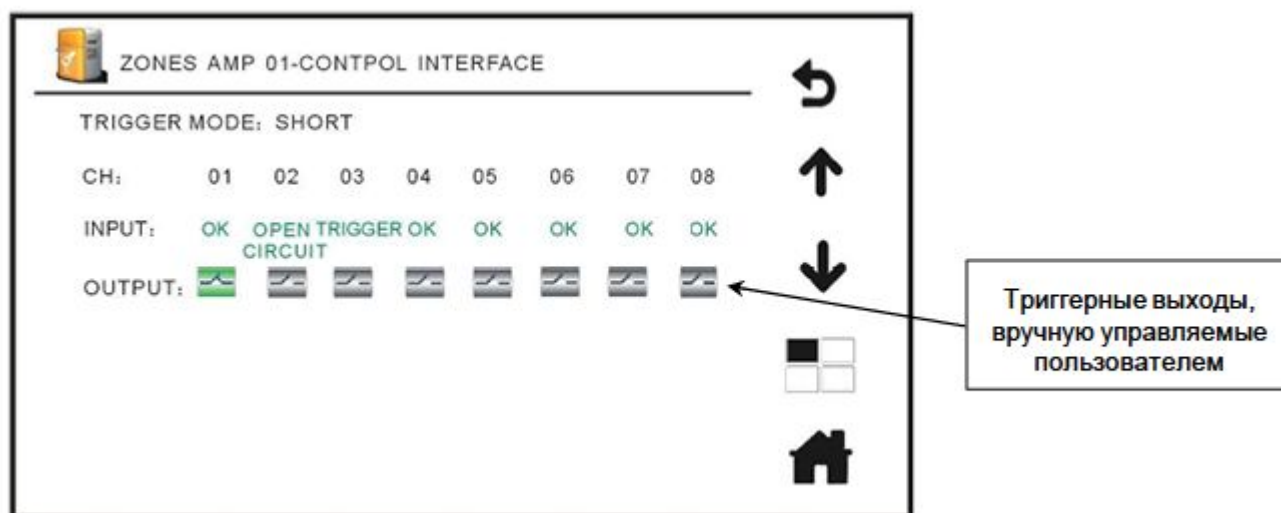

Рис. 4.21. Состояние интерфейса управляющих сигналов зонального усилителя
7. CONTROL INTERFACE отображает состояние интерфейса управляющих сигналов. Нажмите на этот значок и войдите в подменю **CONTROL INTERFACE** (интерфейс управляющих сигналов), чтобы проверить состояние интерфейсов управляющих сигналов текущего усилителя, как показано на Рис. 4.21.